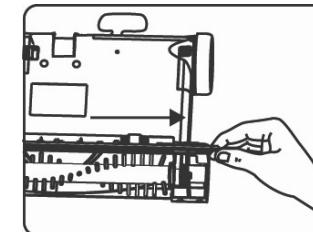

Fig. 19
- Inserte el otro extremo del cepillo en la ranura. (Fig. 19)
- Para reemplazar la escobilla de goma, siga las instrucciones anteriores para quitar los engranajes y remueva la escobilla de goma deslizándola de izquierda a derecha. (Fig. 19)